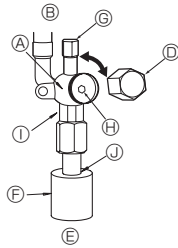

Fig. 4-5
(1) Lado del gas/líquido de ZM71 (Fig. 4-5)
- ① Abra la tapa y gire la varilla de válvula hacia la izquierda hasta su tope, utilizando una llave hexagonal de 4 mm. Deje de girar cuando llega al tope. (Ø9,52: Aproximadamente 10 revoluciones)
- ② Cerciórese de que la válvula de parada esté completamente abierta, empuje la manivela y enrosque la tapa en su posición original.